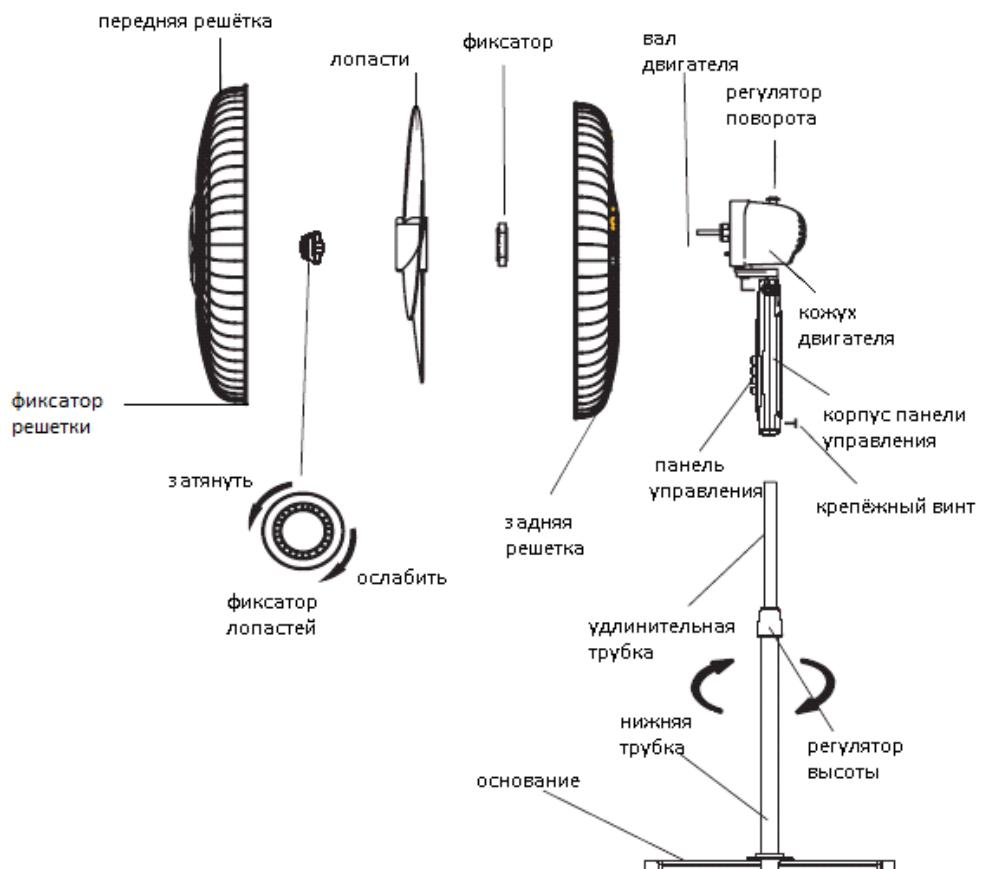

Рисунок 1.
- Установите двигатель вентилятора в сборе с корпусом панели управления на верхнюю трубку до упора и закрепите крепёжным винтом (рисунок 1).